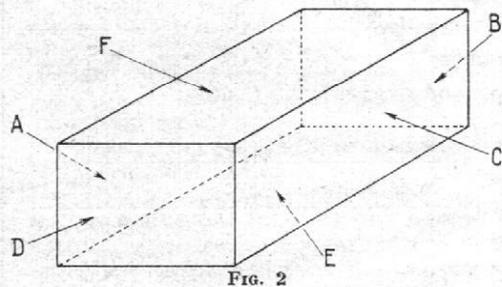

FIG. 2
M. Armagnac a déterminé que dans une salle donnée, salle de séjour ou bureau, le traitement acoustique ne devait porter que sur trois surfaces seulement, sur deux des murs non parallèles, sur le plafond ou sur le sol. Tenant compte de cette observation on voit sur la figure 2 que les apports de matériaux absorbants devront jouer par exemple sur les faces A, B et E de notre parallépipède mais non sur les faces A, C et E. En effet A et C sont parallèles et ne répondent pas aux conditions.